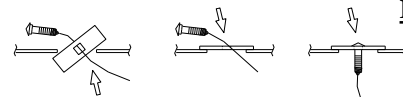

Fig. 2
- Retirez le boulon tuyau d'échappement INNER suspension 8mm existant et le remplacer avec un boulon de 8 mm fourni (1). Serrer la vis à la spécification
- En utilisant le guide pour boulon fourni installer un boulon de carrosserie (5) et le bloc d'espacement (6) dans le trou du côté passager dans la suspension arrière, comme indiqué, voir figure 2.